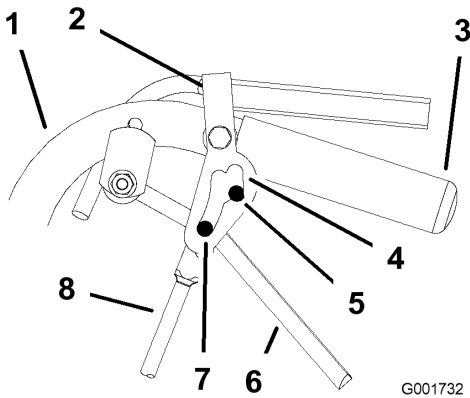

Figure 42
- Déverrouillez et verrouillez le point mort en vérifiant que la roue ne tourne pas (Figure 42). Continuez cette procédure jusqu'à ce que la roue arrête de tourner.